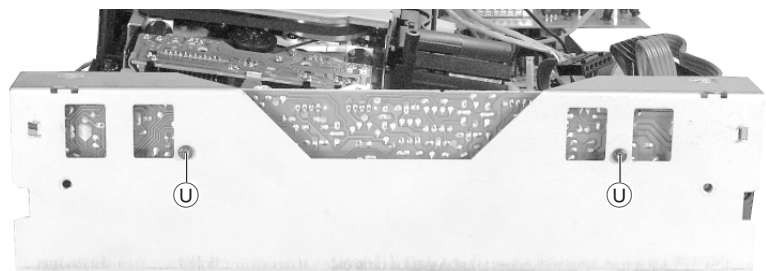

Fig. 9
- 2 Schrauben Ⓤ (Fig. 9) herausschrauben und Leiterplatte herausnehmen.
- Undo 2 screws Ⓤ (Fig. 9) and remove the board.